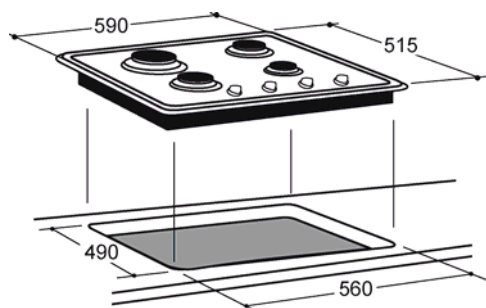

Fig. 4
1. Realice un corte rectangular de 490 x 560 [mm] en la encimera. Las dimensiones del corte se reflejan en la fig. 4.